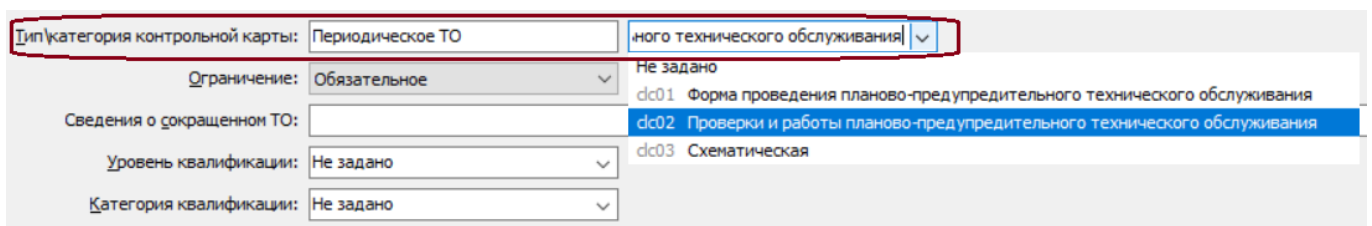

Рисунок 993
1) Введите значение **Тип\категория контрольной карты** в поле ввода с клавиатуры или выберите значение из выпадающего списка (рисунок 993).